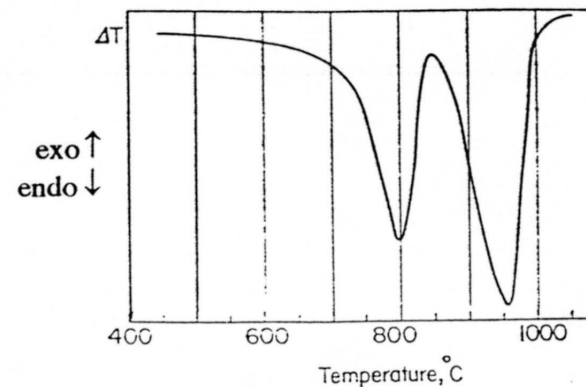

Fig. 7. ATD de la dolomite  $\text{CaMg}(\text{CO}_3)_2$ .
2) Que remarque-t-on sur l'ATD de la *dolomite*  $\text{CaMg}(\text{CO}_3)_2$  (Figure 7) ?